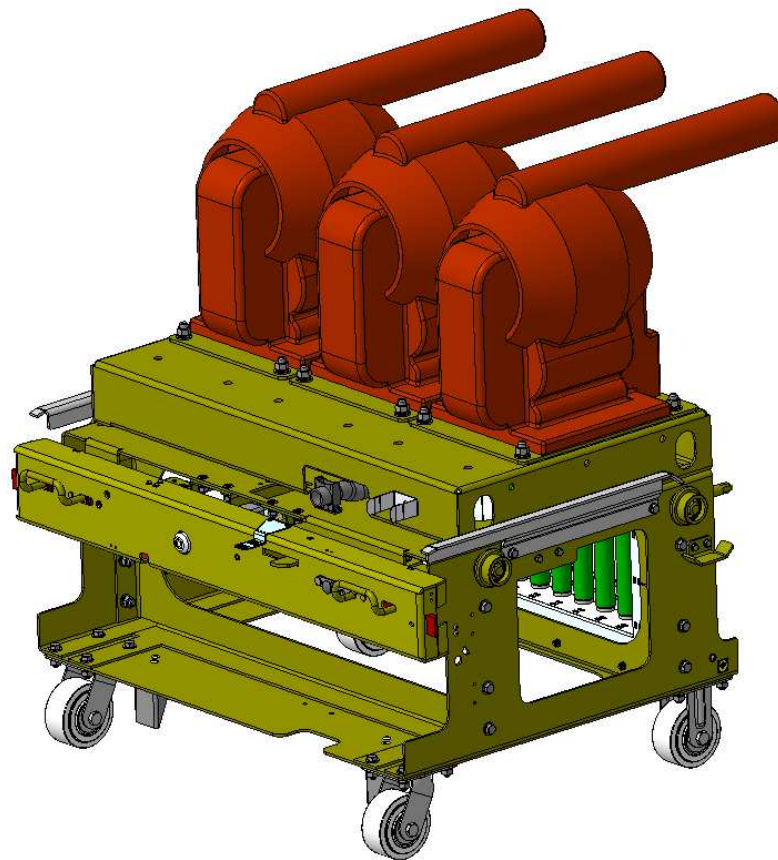
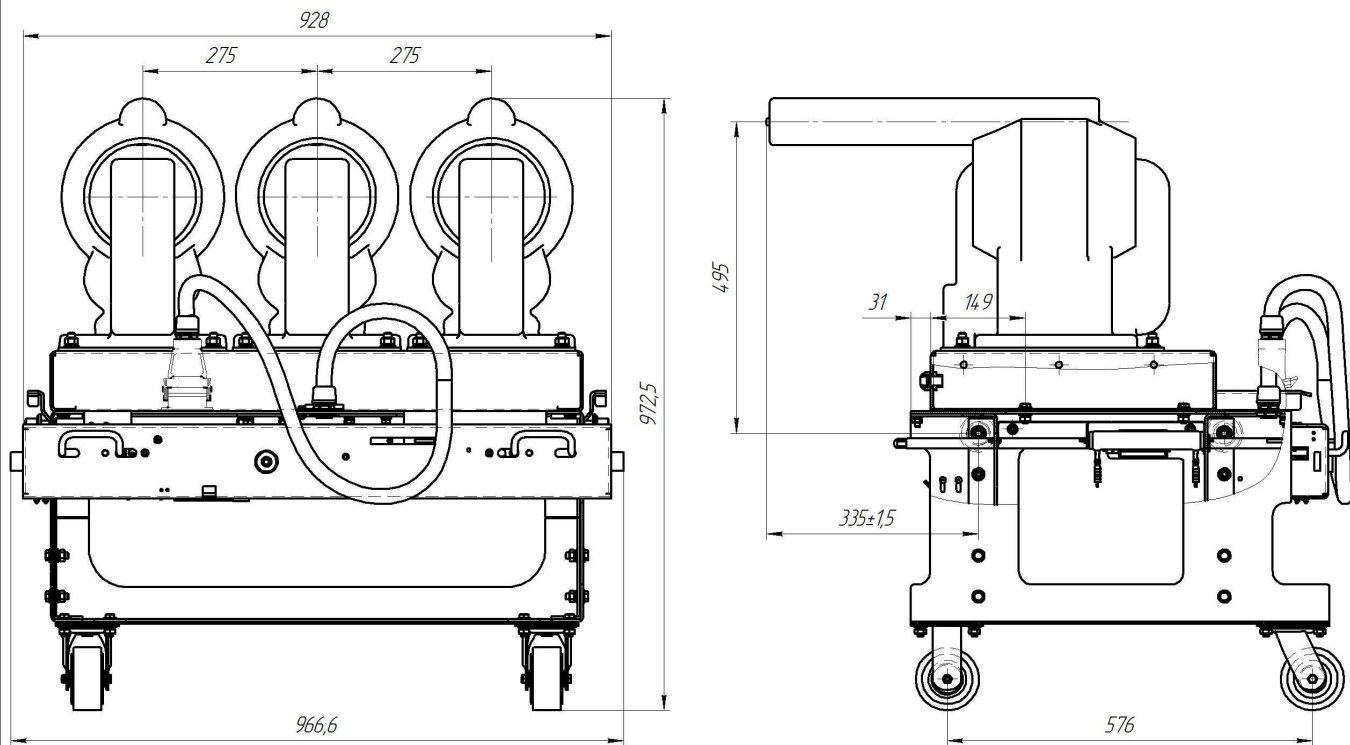

Рисунок 20 – Выдвижной элемент с трансформатором напряжения
Рисунок 21 – Выдвижной элемент с трансформатором напряжения (основные присоединительные размеры)
- с трансформатором напряжения (Рисунок 20, Рисунок 21);